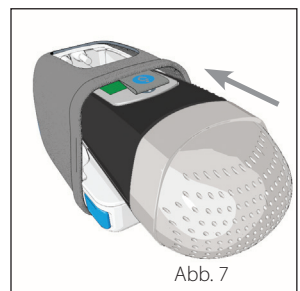

Abb. 7
2. Schieben Sie das **Z1** bis zum Anschlag in das obere Fach des **PowerShell**. Ein Klicken des **Z1** signalisiert Ihnen, dass es eingerastet ist. (Abb. 7)